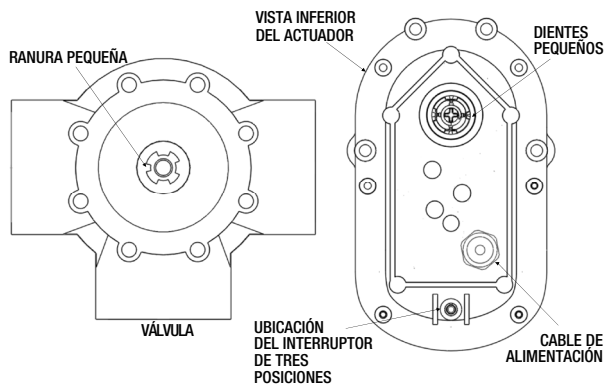

Figura 2.
3. Voltee el actuador y observe los dientes como se muestra en la Figura 2.
4. Coloque el actuador sobre el eje de la válvula de modo de que los dientes pequeños se acoplen con la ranura pequeña del eje de la válvula. Consulte la Figura 2.